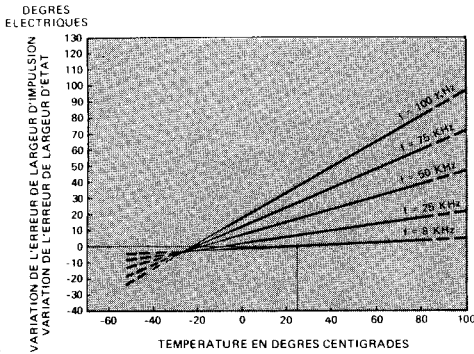

FIGURE 1 – Variation typique de l'erreur de largeur d'impulsion ou de l'erreur de largeur d'état provoquée par la vitesse et la température
- Dans un lot monté correctement, 99% des unités, travaillant à 25°C et 8 kHz, doivent présenter une erreur sur la largeur d'impulsion inférieure à 35° électriques et une erreur sur la largeur d'état inférieure à 45° électriques. Pour calculer l'erreur aux autres vitesses et températures, ajouter les valeurs indiquées sur les figures 1 ou 2 aux valeurs typiques spécifiées sous les caractéristiques de codage ou aux valeurs de 99% maximum décrites plus haut dans cette note.